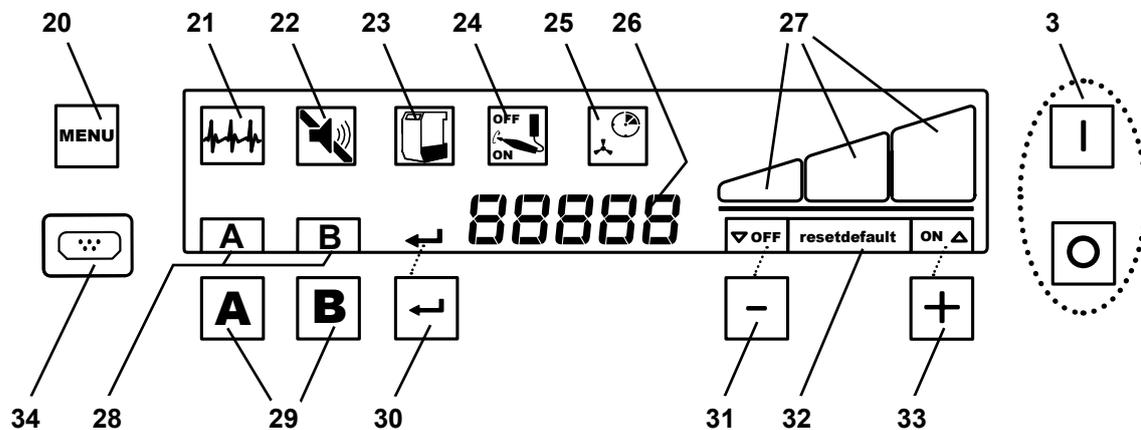

Fig. 2
- ⇒ Sluk apparatet på tænd / sluk-knappen (3, Fig. 2).
Udsugningen betjenes med tasterne på betjeningsfeltet (Fig. 2).